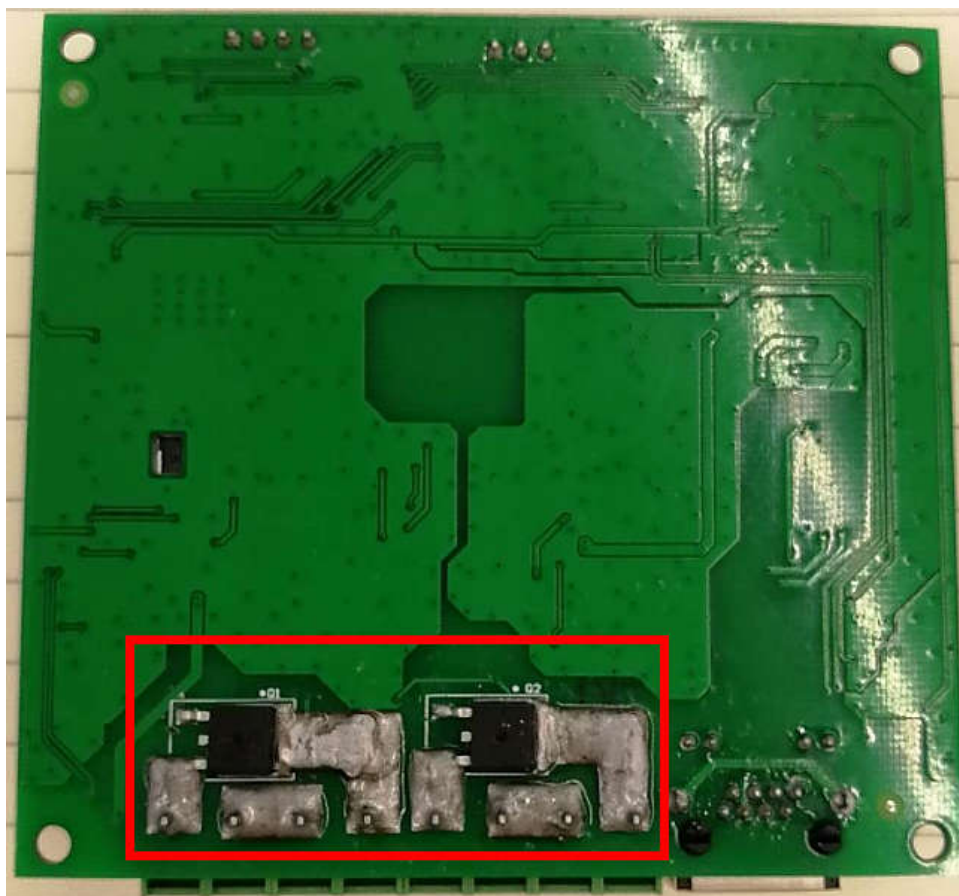

图 3-1-1
1、BingoBin 网络功能模块 LED 灯控版需要做大电流处理，焊接时需要对板子印有 Q1、Q2 一侧的露铜部分做加锡处理，图 3-1-1 所示的红色方框圈起的部分。加锡厚度大于等于 2mm，外观尽量饱满均匀。可参考样品进行处理。